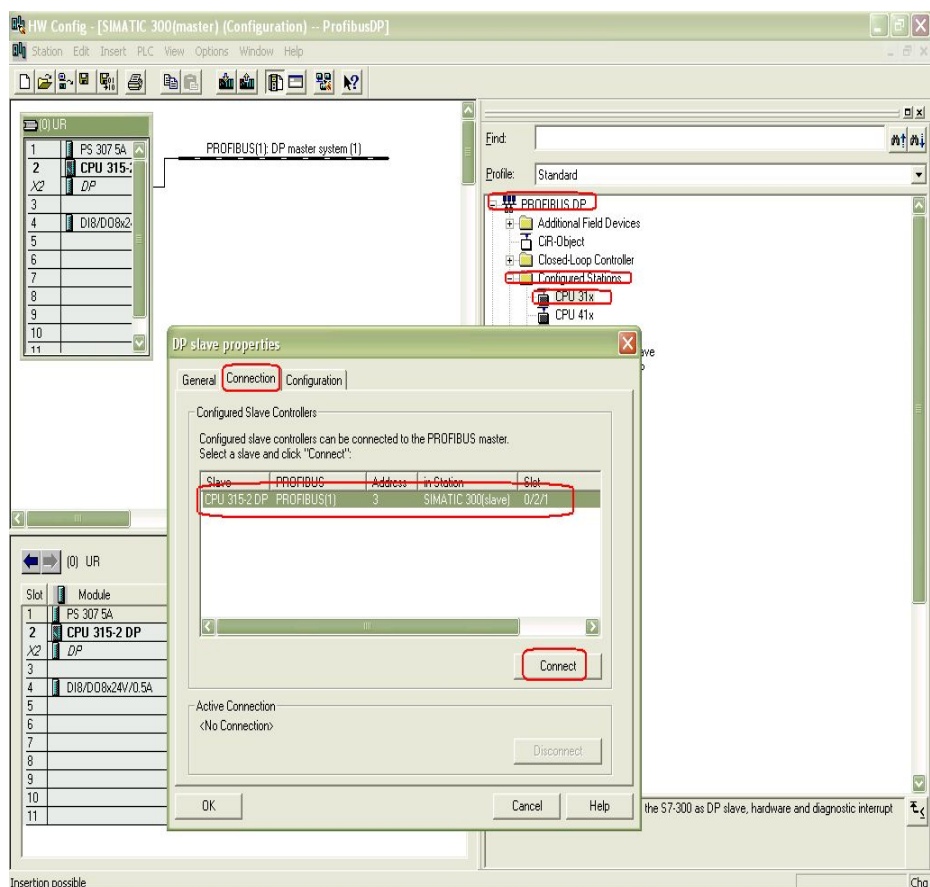

图 10 连接从站
- 连接从站：在硬件组态（HW Config）窗口中，打开硬件目录，选择“PROFIBUS DP→Configured Stations”文件夹，将 CPU31x 拖拽到主站系统 DP 接口的 PROFIBUS 总线上，这时会同时弹出 DP 从站连接属性对话框，选择所要连接的从站后，点击“Connect”按钮确认。如图 10。